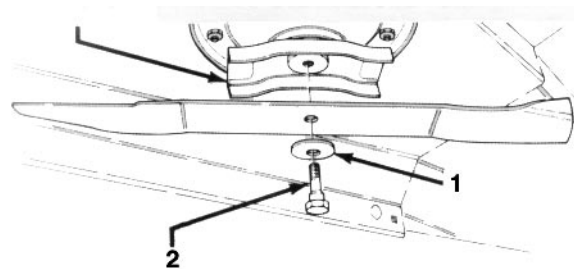

Fig. 13
- Afferrare l'estremità della lama usando un panno o un guanto bene imbottito. Togliere dal complessivo del fusello la vite speciale, la rondella Belleville e la lama (Fig. 13).